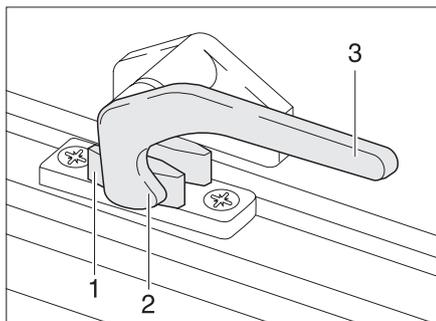

Fig. 23 Levier de verrouillage en position "Fermée"
- ▶ Tourner le levier de verrouillage (Fig. 23,3) d'un quart de tour vers le centre de la fenêtre.
- ▶ Tourner le levier de verrouillage (Fig. 23,3) d'un quart de tour vers le cadre de la fenêtre. Le tenon de verrouillage (Fig. 23,2) se trouve sur le côté intérieur du verrouillage de fenêtre (Fig. 23,1).
- En position "Fermée" (Fig. 23)